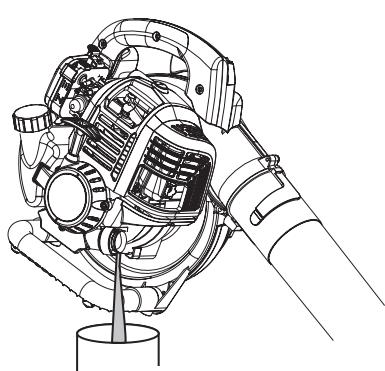

Fig. 11
3. Incline la unidad verticalmente para verter el aceite fuera del orificio de llenado de aceite y en un recipiente (Fig. 11). Deje suficiente tiempo para un drenaje completo.